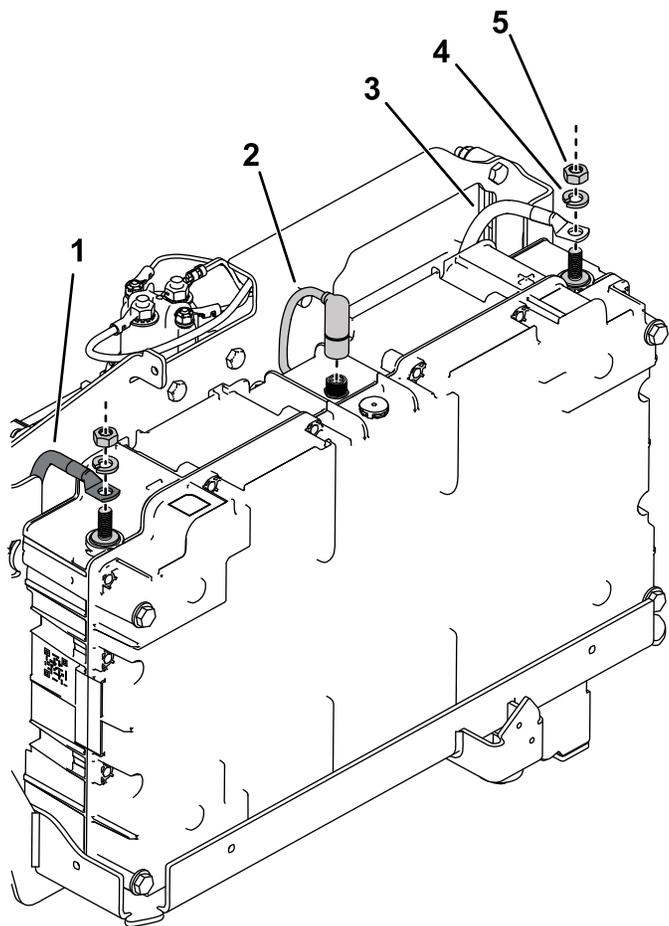

图 9
- 将控制器电缆连接到电池顶部的连接器图 9。
- 如 图 9 所示将正极红色接线连接至正极+电池端子并用锁紧垫圈和六角螺母将其固定上紧六角螺母扭矩至 9Nm。
- 6. 如图 9 所示将负极黑色接线连接至负极-电池端子并用锁紧垫圈和六角螺母将其固定上紧六角螺母扭矩至 9Nm。